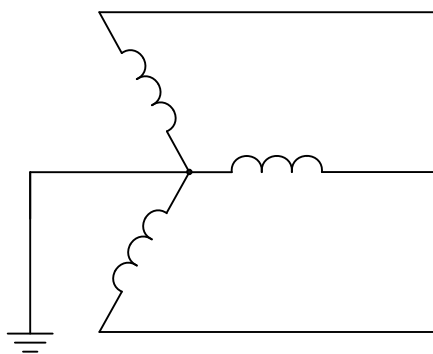

Рисунок 1.
1. глухо (рис. 1), т.е. с помощью провода без сопротивлений;